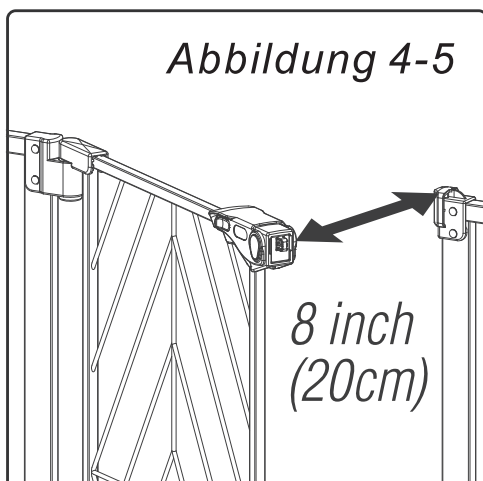

*Abbildung 4-4*
**Schließen** - Ziehen Sie das Tor zu und vergewissern Sie sich, dass die Türverriegelung oben geschlossen ist, und stellen Sie dann die Verriegelung unten am Tor auf der Seite ein, auf der sich das Kind befindet. Das Tor schwingt in beide Richtungen, es sei denn, einer der Schwenkanschläge ist heruntergelassen. Das Tor schwingt nicht, wenn beide Anschläge heruntergelassen sind (*Abbildung 4-4*)